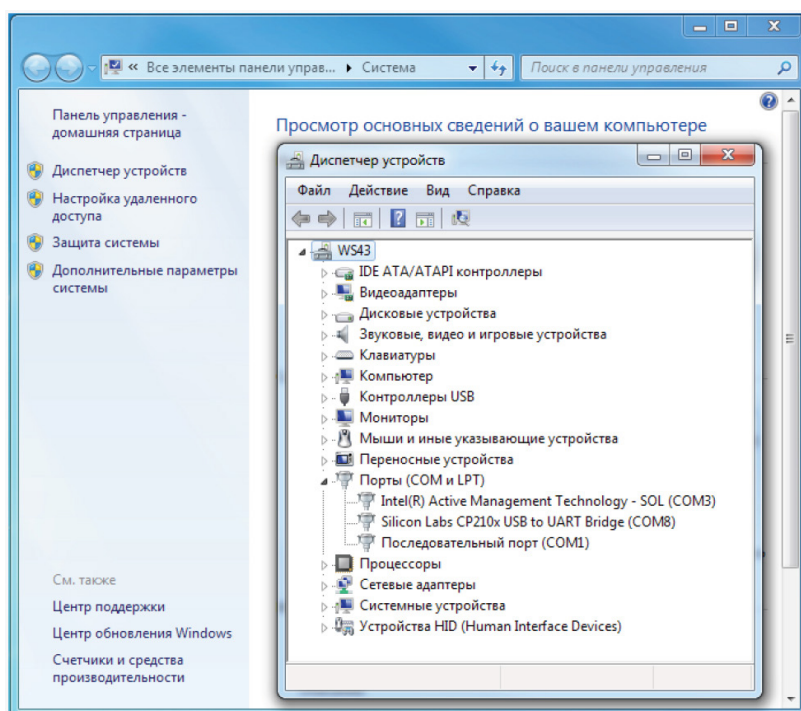
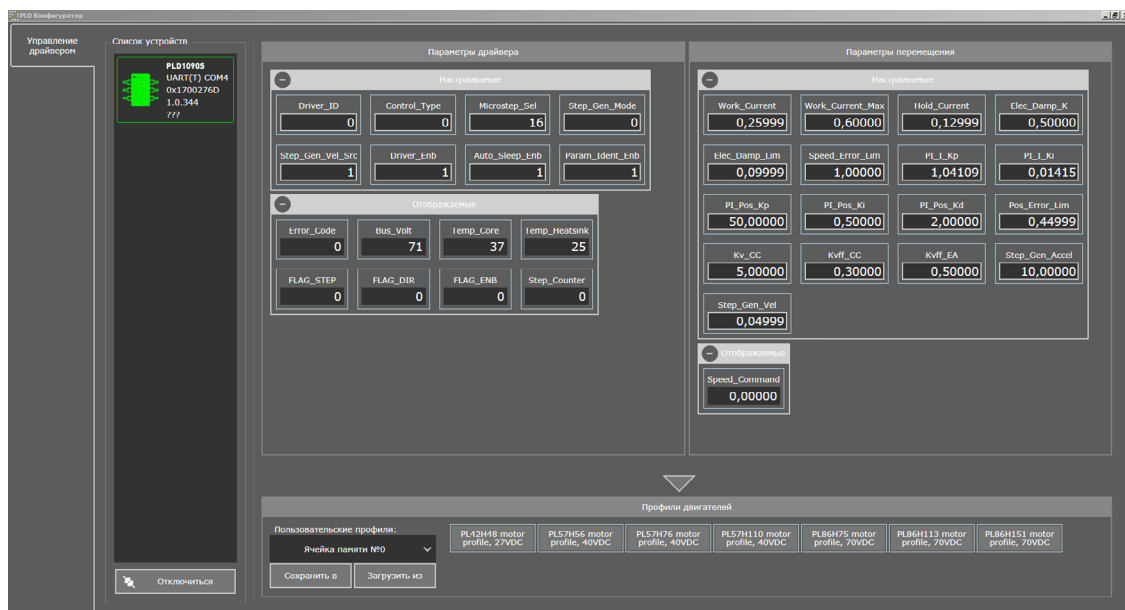

Рисунок 9 — Виртуальный COM-порт в диспетчере устройств.
Рисунок 10 — Основное окно программы.
- в открывшемся окне программы конфигуратора указать COM-порт, присвоенный драйверу PLDB2080. Номер порта можно найти, нажав WIN+PAUSE в Диспетчере Устройств, в группе Порты (COM и LPT) (рис. 9). Далее необходимо нажать кнопку "Подключить" (рис. 10).